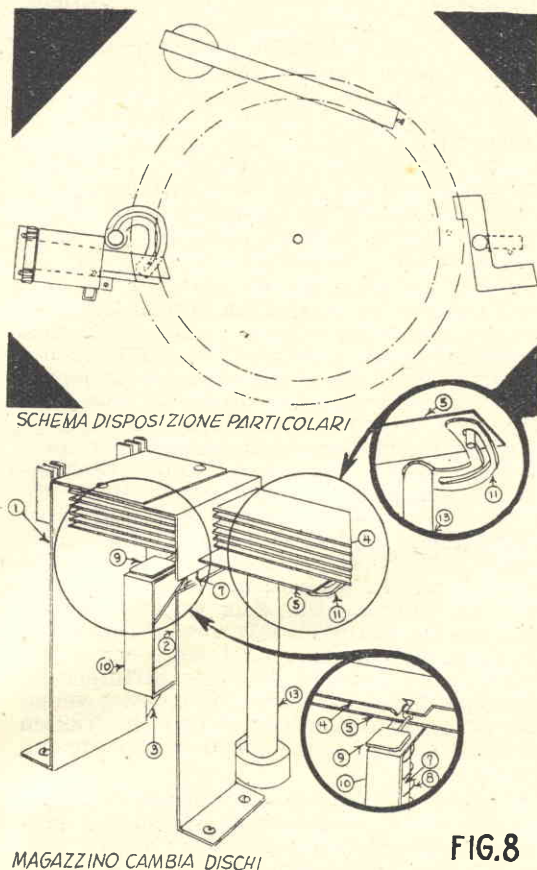

FIG. 8
La parte di destra dello chassis (la n. 2) è realizzata in modo uguale alla precedente, eccetto che per il fatto che le fessure, in questa, sono lunghe soltanto 21 mm., allo scopo di potere accogliere l'estremità da 20 mm. delle foglie di supporto dei dischi. La fessura più in basso è però di 27 mm. dato che deve accogliere la foglia del selettore (parte 5, dettaglio C), che è larga 25 mm. in tutta la sua lunghezza. Sia la parte di destra che la parte di sinistra dello chassis, vanno curvate nel modo indicato e, dopo che le foglie di supporto dei dischi saranno state inserite (fig. 8), andranno unite insieme per mezzo di bulloni con dado oppure anche con dei ribattini. La parte 3, che si può intravedere nel retro dello chassis è stata aggiunta al solo scopo di conferire rigidità all'insieme. In basso, le due parti che compongono lo chassis, vanno curvate ad angolo retto e forate nel modo indicato, per potere essere fissate al pannello di base del cambiadischi. Quando si tratta di tagliare le fessure per le foglie di supporto dei dischi, può essere conveniente che una porzione di
Le foglie di supporto dei dischi (parte 4, dettaglio B, fig. 7) sono in sostanza tutte uguali, eccetto che per le linguette ad angolo retto, le quali debbono essere sistemate in modo da risultare come nella illustrazione di fig. 8), perché il riempimento del magazzino sia facile. Nel funzionamento, le foglie vengono avanzate in posizione di riempimento spingendo in avanti sulle linguette la foglia inferiore (che quindi dovrà essere la prima ad essere caricata) e la cui linguetta dovrà trovarsi all'esterno rispetto alle altre: si capisce che la foglia successiva dovrà avere la linguetta immediatamente adiacente a quella della prima, e così via. Le sei linguette sono sistemate, tre da un lato e tre dall'altro, per evitare che nessuna di esse abbia a sporgersi al di sopra della sommità del complesso. Il dente che si trova su ognuna foglia e che viene tenuto impegnato dalla colonnina illustrata nel dettaglio D (parte 7), è formato per semplice curvatura di una piccola porzione del metallo, nel punto indicato dalla freccia (O), nel dettaglio B.
La camma (dettaglio D, parte II, fig. 7) è stata progettata, in ogni più minimo particolare, in modo che avesse a combinarsi alla perfezione con le altre parti del meccanismo, realizzate secondo le dimensioni e le forme illustrate nel presente articolo, nel caso specifico che le varie parti vengano a trovarsi in posizioni relative simili a quelle illustrate in fig. 8. Le curvature della camma, comunque, possono essere variate, per adattarle alle particolari condizioni in cui il complesso di cui già si disponga, venga a trovarsi. Il raggio della curvatura minore (R) altro non è che la misura, da centro a centro, tra l'albero del cambiadischi e la spina (parte 6, dettaglio C), quando il selettore si trova nella posizione più avanzata. La fessura che si può notare nella camma, provvede all'intervallo di tempo necessario perché il pick up venga sollevato e tolto dal disco, prima che il disco successivo vada a cadere su quello appena terminato.
Il braccio a «Z» (parte 12, dettaglio E, fig. 7) è montato sull'albero del cambiadischi (14) sul lato opposto a quello in cui si trova la camma. I margini dei dischi poggiano su questo braccio, nel modo illustrato in fig. 8. Le dimensioni sono tali per cui sul braccio viene a posare soltanto la porzione periferica, non incisa, del disco. Allorché un disco viene liberato e si inclina di circa 30°, in questa condizione anche l'altro margine, sostenuto dal braccio a «Z» si libera e cade. Dei fermi sono previsti perché la colonnina